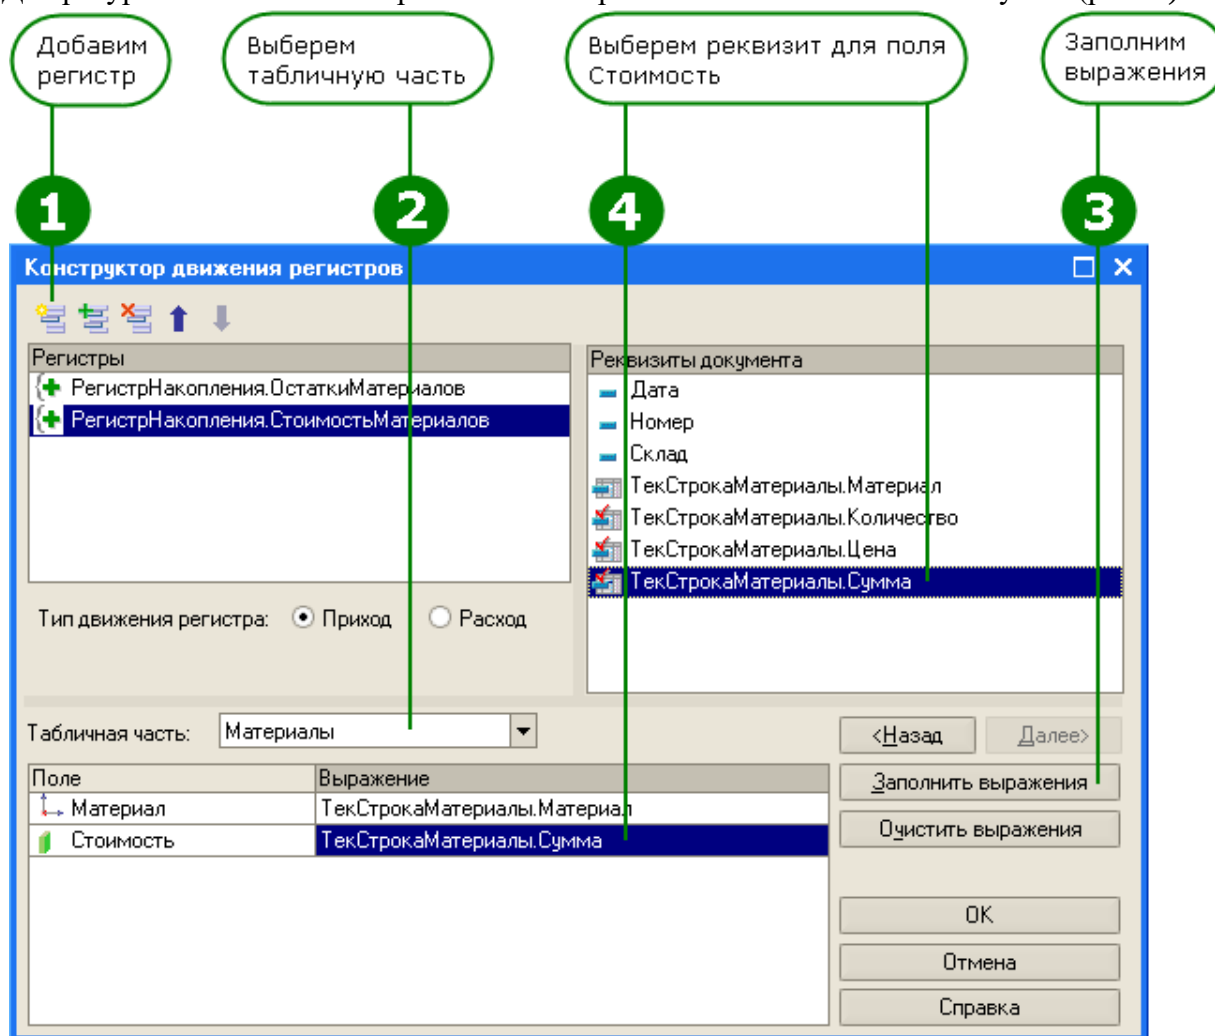

Рис. 2. Добавим в список регистров новый регистр
6. Для ресурса Стоимость выберите значения реквизита табличной части Сумма (рис. 2).